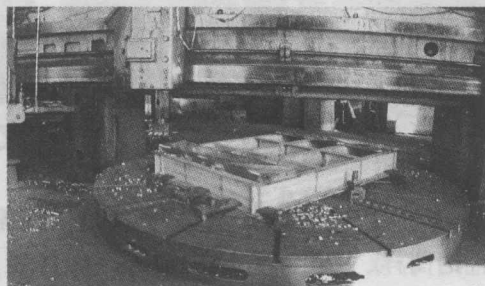
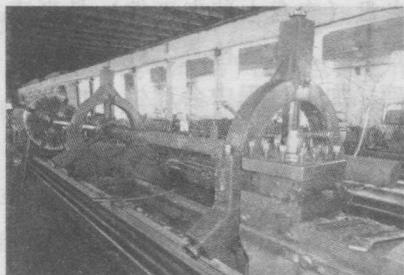

图 1-7 用立式车床车削大型
图 1-8 用卧式车床车削长轴
3) 车削大型工件时,部件较重,需要吊车工、起重工配合,作业面大,有时还要使用辅助设备(如中心架、跟刀架等),要注意自己的安全及同伴的位置是否安全,加工及吊运(吊钩的位置正确且挂牢)的过程是否有不安全的因素(因为每个车间里都有几组人在同时施工,互有干涉),如图1-7、图1-8所示。